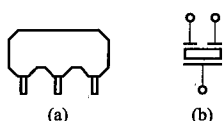

图 1-12 三端滤波器外形
(2) 三端滤波器。在电视机中常用到 6MHz 和 6.5MHz 三端滤波器。它的电路符号和外形如图 1-12 所示。昆仑 B3110 型黑白电视机中 X301 就是使用的 6.5MHz 三端滤波器。三端滤波器相当于 Q 值很高的 LC 并联谐振电路。它在昆仑 B3110